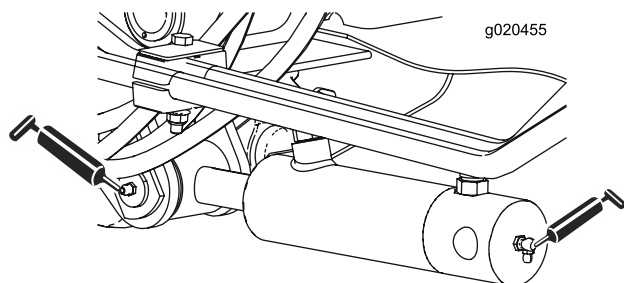

Figura 39
- Casquillos de los cilindros de los brazos de elevación (2 en cada lado) (Figura 39)